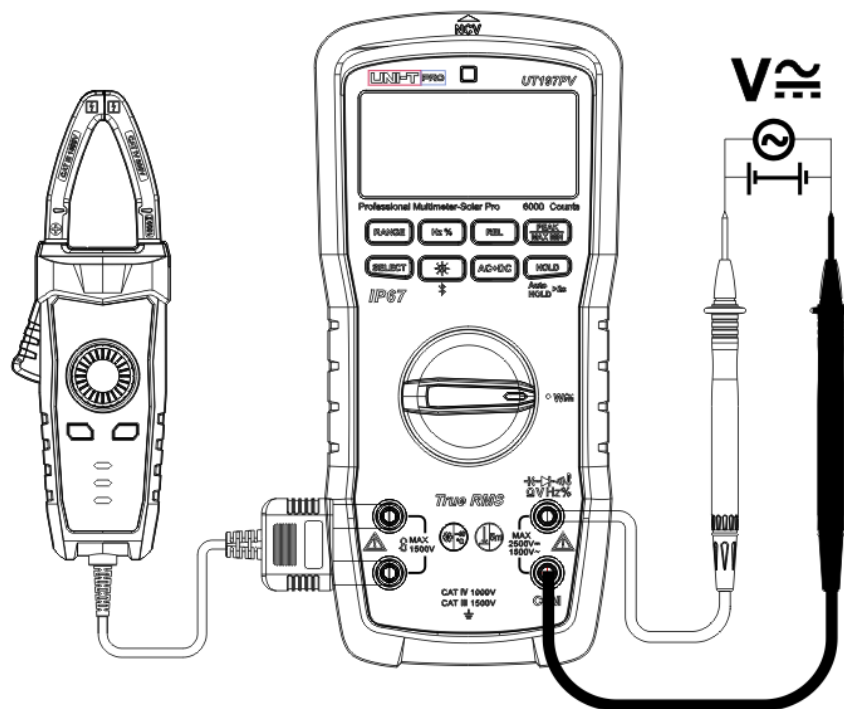

Figura 14
11. Misura di potenza CA/CC(Figura 14)